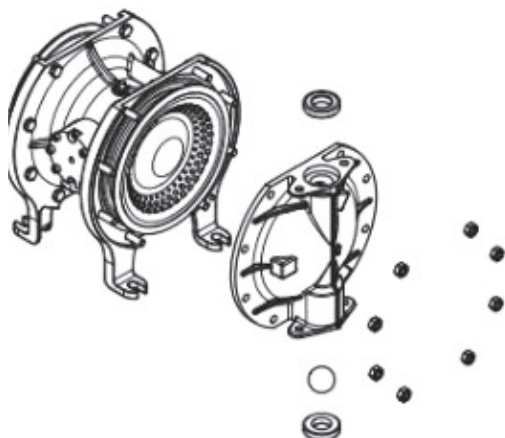

Fig. 4: Cámara de bombeo
- Aflojar tornillos de las cámaras de bomba (fig. 4)